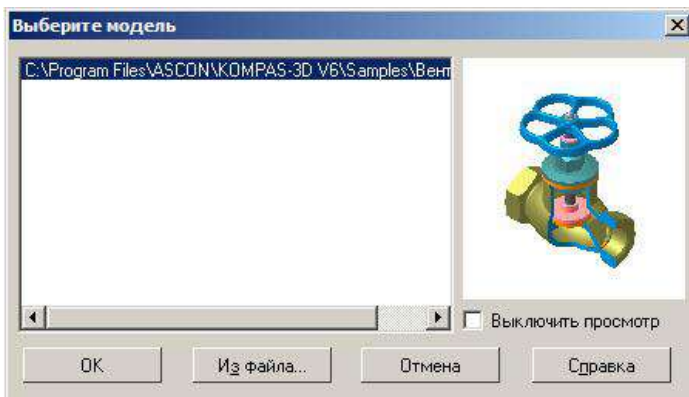

Рисунок 9.13 – Діалогове вікно «Выберите модель»
- клацніть мишею на «Компактной панели» по кнопці-перемикачу «Редактирование сборки», а потім у правій її частині – по кнопці «Добавить из файла». З'явиться діалогове вікно «Выберите модель» рис. 9.13;